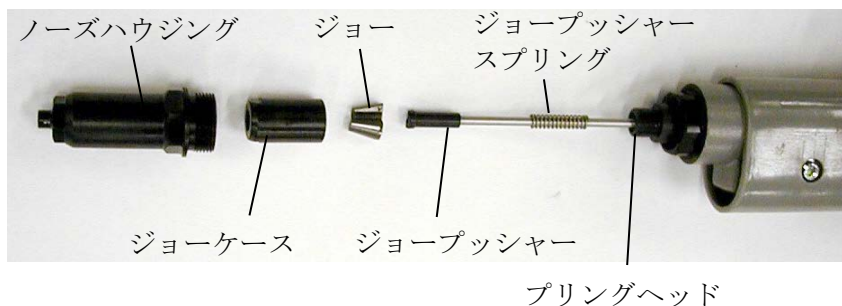
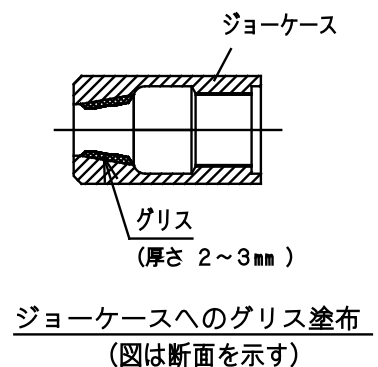

図 7-1
図 7-2
- (1) 17mm スパナでノーズハウジングを取り外してください。
- (2) 12mm スパナ (2本) でジョーケースをプリングヘッドから取り外してください。このとき外れてくる部品を図 7-1 に示します。
- (3) これらの部品を灯油等で洗浄してください。特に、ジョーの歯に詰まった金属粉はワイヤブラシ等で充分に取り除いてください。また、ノーズハウジングとハイドロリックピストンの内部は圧縮空気を吹き付けて掃除してください。
- (4) 組み付けは分解の逆の手順で行います。組み付ける前にジョーケースの内側 (ジョーと接する面) にグリスを十分に塗布して組み付けてください。(図 7-2 参照) グリスは二硫化モリブデン系グリスの使用を推奨します。